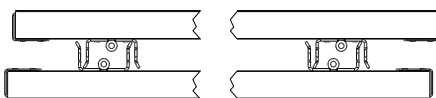

Fig. A1.02
- Les rails métalliques (2.3) doivent s'emboîter les uns dans les autres. (Fig. A1.02)